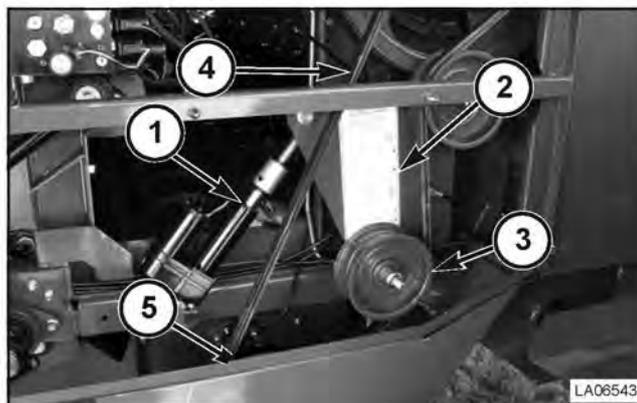

FIG. 201
FIG. 201: el movimiento del actuador (1) cambia la posición del brazo intermedio (2) y de la polea (3). El movimiento del brazo reubica la correa de mando intermedia (4) sobre la polea de tensión variable (5) del eje de ventilador de limpieza.